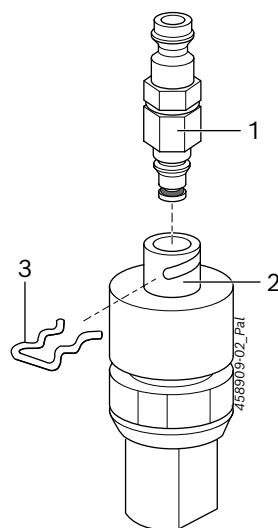

Fig. 1: Adaptador de retorno 1 687 016 138
O adaptador de retorno 1 687 016 138 (Fig. 1, pos. 1) conecta o retorno do Siemens/VDO/Continental CRI Piezo (Fig. 1, pos. 2) através do cabo de mangueira 1 680 712 289 com cabo de verificação para a quantidade de retorno ao EPS 200 / EPS 205.
! Fixar o adaptador de retorno com grampo de fixação (Fig. 1, pos. 3). O grampo de fixação é fornecido com o injetor.